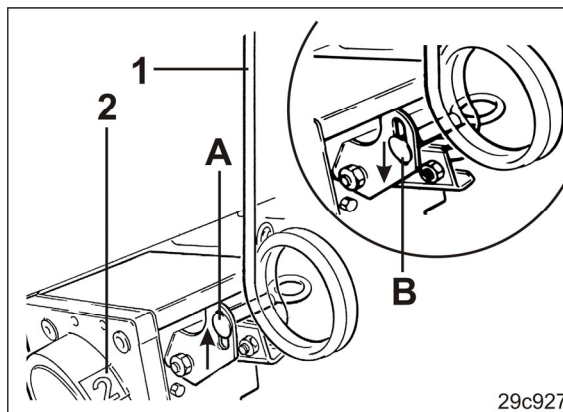

Рис. 208
2. Потягніть за важіль керування (Рис. 208/1) розподільної коробки, якщо число (Рис. 208/2) у віконці розподільної коробки показує «0». Лічильник технологічних колій не повинен показувати «0».
3. Відпустіть затискний гвинт (Рис. 208/A), перемістіть його в прорізі вниз і затягніть (див. Рис. 208/B).
Лічильник технологічних колій (Рис. 208/2) не повинен показувати «0».